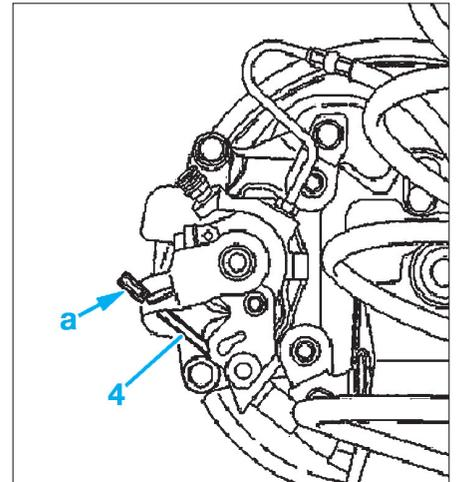

Fig. 55
- désaccoupler les câbles de frein de stationnement (4) au niveau du palonnier.
- désaccoupler les câbles de frein à main (4) en "a" (Fig.55).